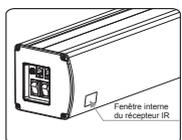

Figure 26
2. Utilisez le contrôleur si la fenêtre IR n'est pas obstruée (Figure 26).